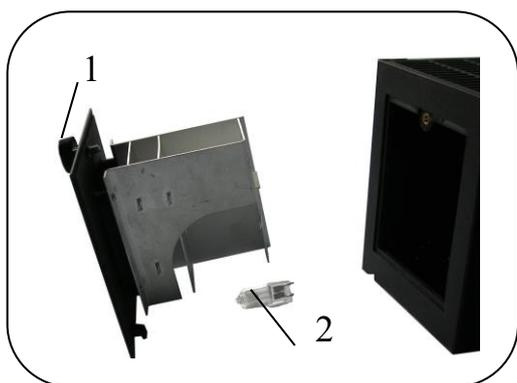

Рис. 20
- 1) Винт перемещения лампы вперед и назад (1)
- 2) Винт перемещения лампы вверх и вниз (2)
- 3) Винт перемещения лампы вправо и влево (3)
6.15. Замена лампы (рис. 20)